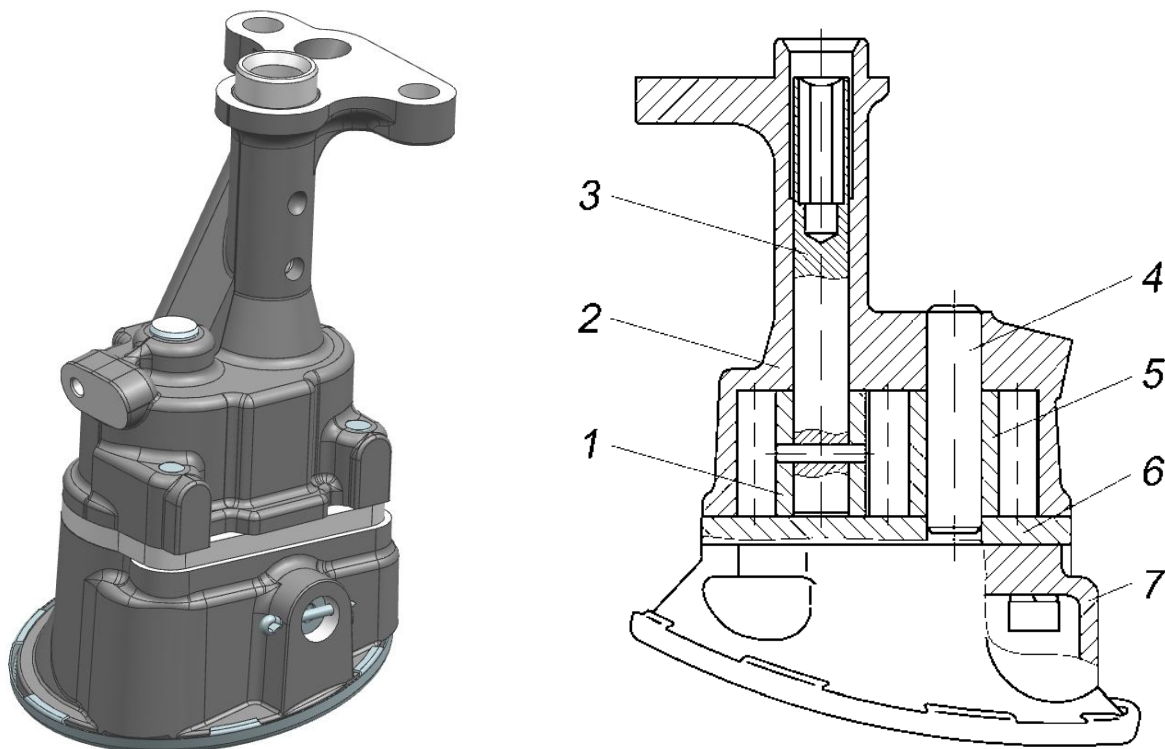

Рис.30. Масляный насос:
**Масляный насос** (рис.30) - шестеренчатого типа, установлен внутри масляного картера, крепится с прокладкой двумя болтами к блоку цилиндров и держателем к крышке третьего коренного подшипника.